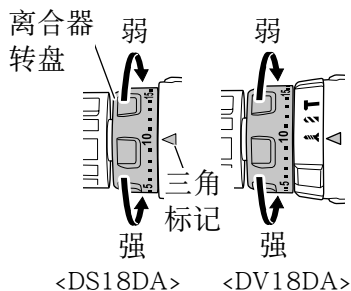

图 17
#### (2) 旋紧转矩的指示（请参照图 17）
#### (3) 调节旋紧转矩（请参照图 17）